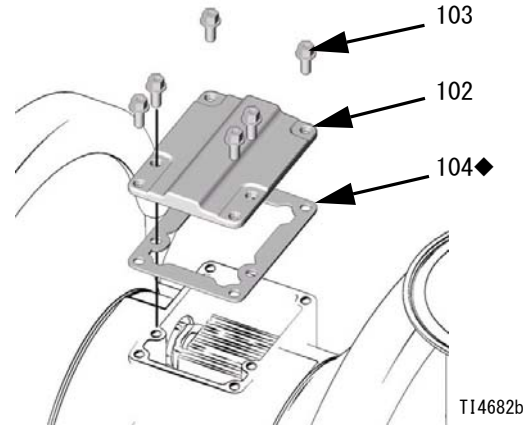

図 12
9. バルブガスケット (104) とカバー (102) の 6 つの穴を、センターハウジング (101) と揃えます。トルクス (T20) ドライバーまたは 7 mm (9/32 インチ) のソケットレンチを使用して、6 本のネジ (103) を締めます。5.7 ~ 6.8 N•m (50 ~ 60 in-lbs) までのトルクを与えます。図 12 を参照のこと。